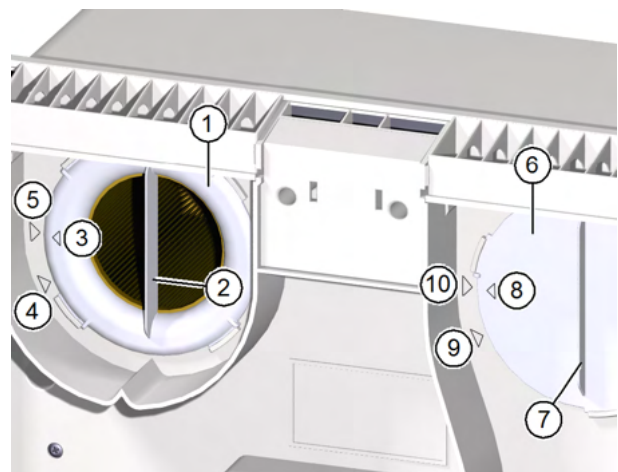

Abb. 20: Filter entfernen
- ▶ Drehen Sie den Filterring (Pos. 1 in Abb. 20) an der Griffleiste (Pos. 2 in Abb. 20) gegen den Uhrzeigersinn, bis der Pfeil am Filterring (Pos. 3 in Abb. 20) auf den Pfeil der Entnahmeposition (Pos. 4 in Abb. 20) zeigt.
- ▶ Drehen Sie den Filterdeckel (Pos. 6 in Abb. 20) an der Griffleiste (Pos. 7 in Abb. 20) gegen den Uhrzeigersinn, bis der Pfeil (Pos. 8 in Abb. 20) am Filterdeckel auf den Pfeil der Entnahmeposition (Pos. 9 in Abb. 20) zeigt.
- ▶ Achten Sie darauf, dass der Filterring so orientiert ist, dass der Pfeil auf dem Filterring (Pos. 3 in Abb. 20 auf Seite 26) mit dem Pfeil der Entnahmeposition (Pos. 4 in Abb. 20 auf Seite 26) fluchtet.
- ▶ Drehen Sie den Filterring im Uhrzeigersinn bis der Pfeil auf dem Filterring (Pos. 3 in Abb. 20 auf Seite 26) mit dem Pfeil der Arretierposition (Pos. 5 in Abb. 20 auf Seite 26) fluchtet.
- ▶ Kontrollieren Sie die Position von Filterring und Filterdeckel. Die Griffleisten müssen senkrecht stehen und die Pfeile auf Filterring und Filterdeckel müssen mit den Pfeilen der Arretierposition fluchten (siehe Abb. 20 auf Seite 26).